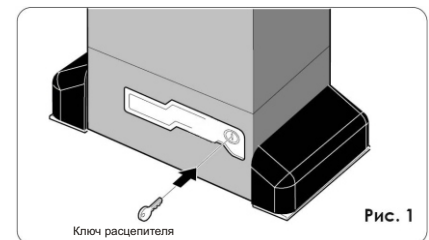

Рис. 1
1. Вставьте ключ в замок. (Рис. 1)